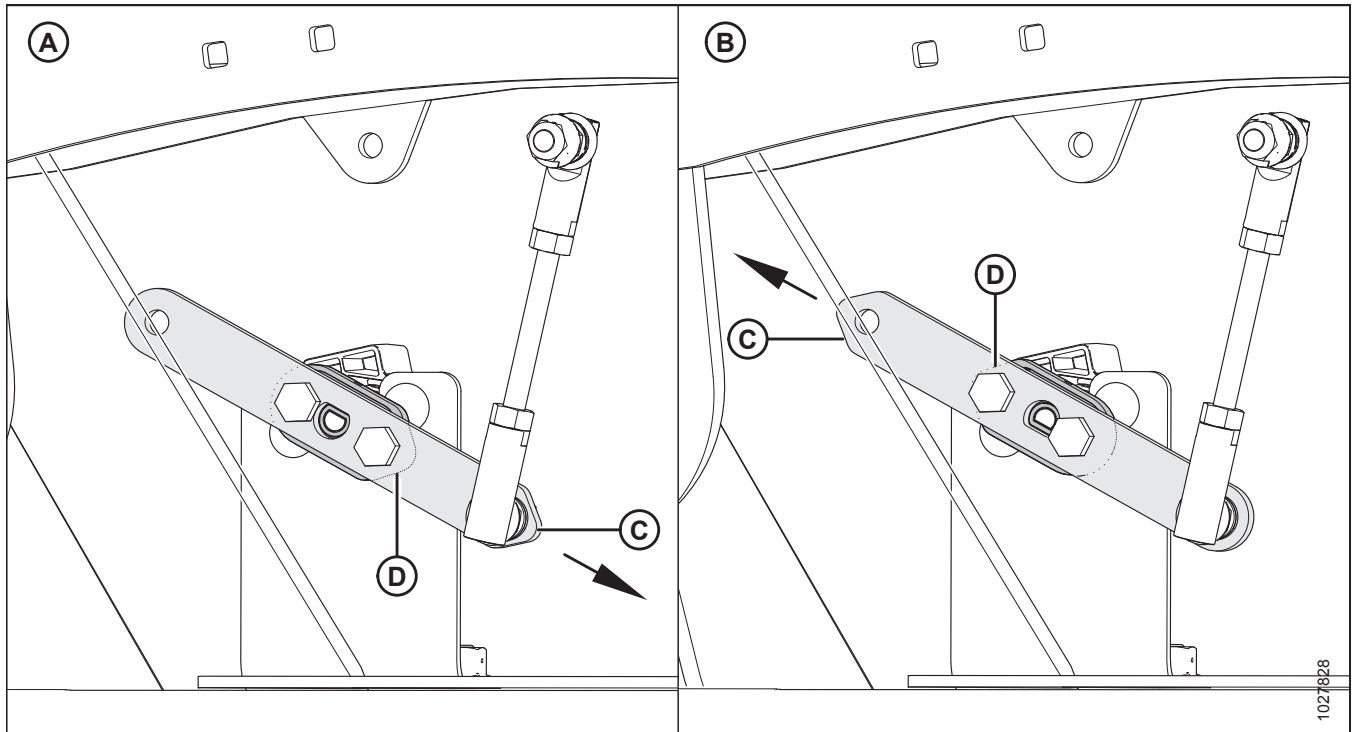

Figura 3.103: Configuraciones de brazo/puntero del sensor
2. Verifique que el brazo del sensor (C) y el puntero (D) estén configurados correctamente para su máquina. Consulte la Figura 3.103, página 107.